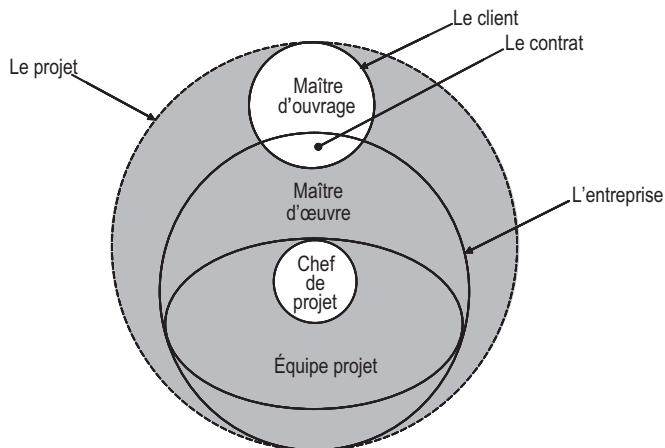

Figure 2.10 Représentation des parties prenantes d'un projet
- la position du groupe projet (chef de projet et équipe projet) dans l'entreprise (voir figure 2.10).